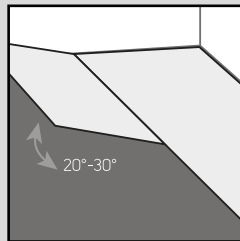

Fig. 3
4. 4a. Comience la segunda fila embonando la lengüeta en la ranura sujetando el tablón en ángulo (aproximadamente 30°) y a continuación golpee firmemente el tablón/azulejo en la ranura de la primera fila (Fig. 3).